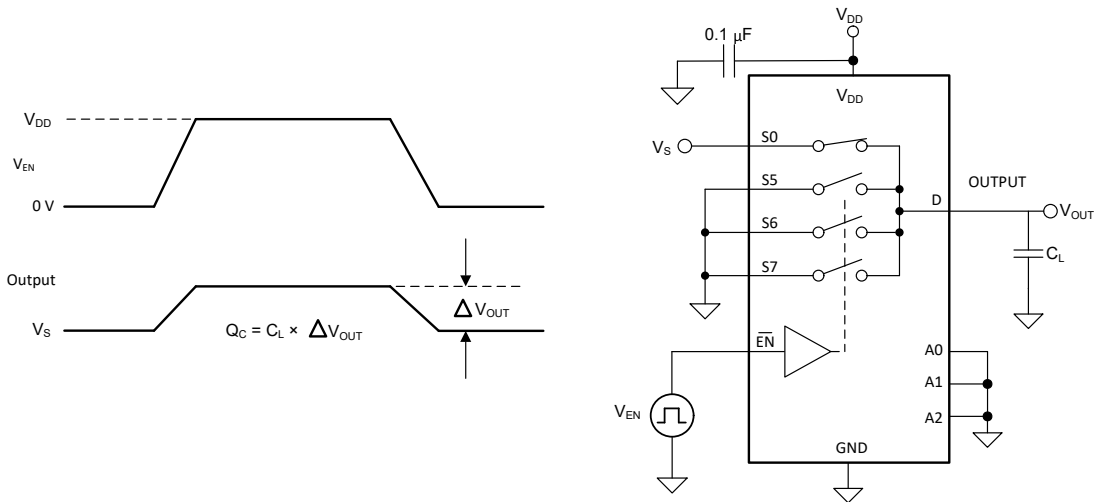

图 7-8. 电荷注入测量设置
NMOS 和 PMOS 晶体管之间电容的任何不匹配都会导致在栅极信号的下降沿或上升沿期间向漏极或源极注入电荷。注入器件源极或漏极的电荷量称为电荷注入, 用符号 Q_C 表示。图 7-8 显示了用于测量从源极 (Sx) 到漏极 (D) 的电荷注入的设置。